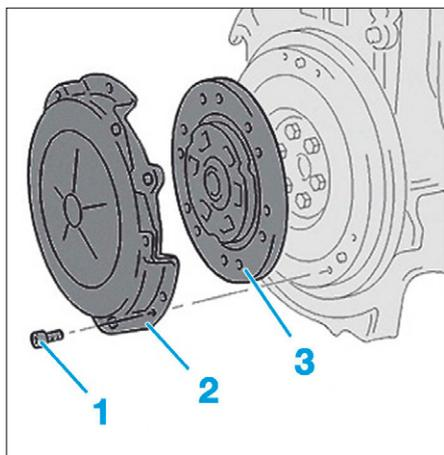

FIG. 2
- les vis de fixation (1) du mécanisme d'embrayage (2) (Fig.2),
- le mécanisme d'embrayage (2),
- le disque d'embrayage (3).